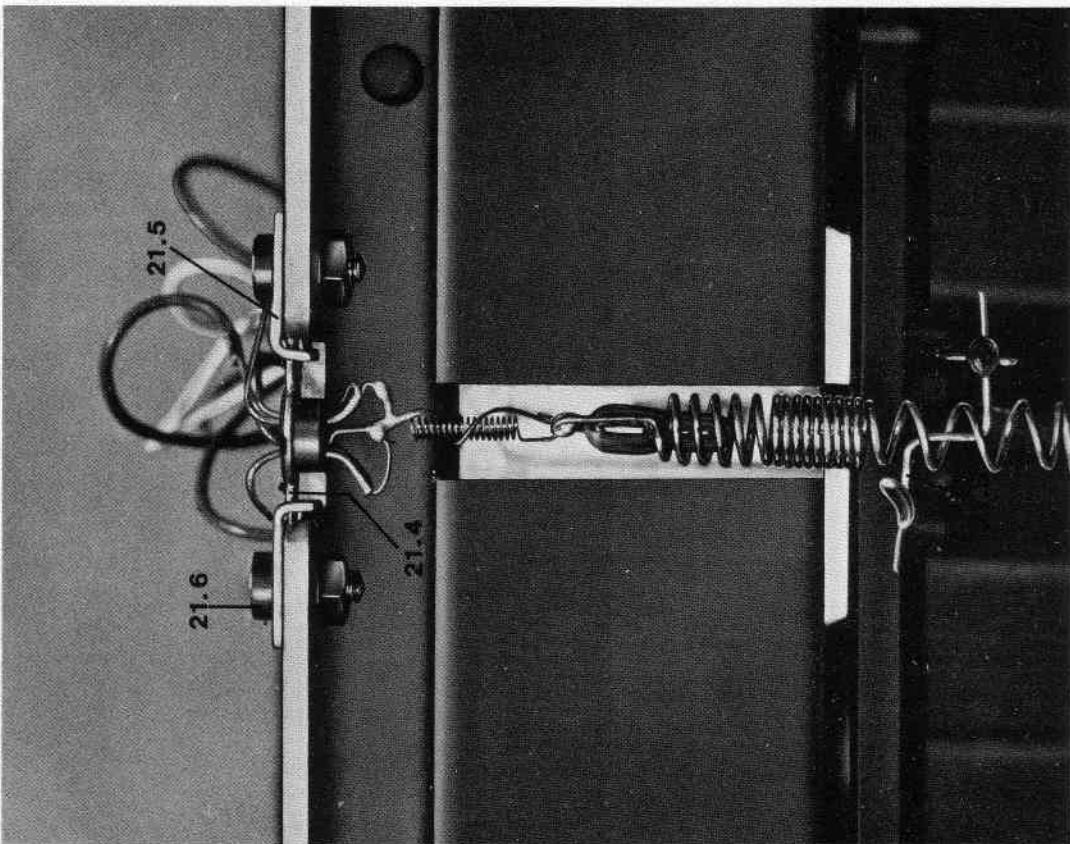

Abb.7
- 8.1.4 daß die Federn bzw. die Rähmchen nicht an den Magneten im Luftspalt anliegen (siehe Abb. 7).
- 8.1.5 daß die Federn nicht an den Hubbegrenzungen (21.8) anliegt (siehe Abb. 7).
- 8.1.6 daß die Rähmchenanschlußdrähte nicht die Federn berühren (siehe Abb. 7).
- 8.1.7 Die Rähmchen sollen im Luftspalt unter einem Winkel von $45^\circ \pm 5^\circ$ stehen (siehe Abb. 7) und den erforderlichen Widerstand aufweisen. Der Widerstand wird zwischen den Steckerstiften an den Steckern der Halleinheit gemessen. Die Widerstände sollen zwischen den Steckerstiften
- 8.1.4 the springs or coils should not touch the magnet in the air gap (see fig. 7).
- 8.1.5 the springs should not touch the movement limiters (21.8, see fig. 7).
- 8.1.6 the thin wires from the coil connections should not touch the springs (see fig. 7).
- 8.1.7 the small coils should be positioned in the air gap of the magnet in an angle of $45^\circ \pm 5^\circ$ (see fig. 7) and should have the necessary resistance. The resistance is measured between the pins of the reverb unit connector and should have a value of: